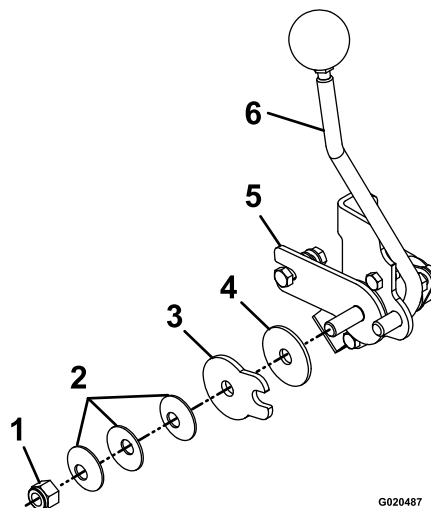

Figura 62
3. Per regolare la tensione, regolate il dado del perno, situato all'estremità dell'albero di controllo motore davanti alla console destra (Figura 62).